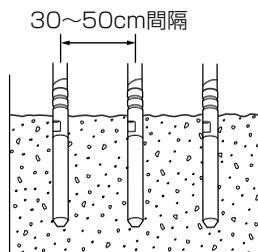

図 3
- (1) バイブレータは、垂直に 30～50cm 間隔で差し込み、穴が残らないようにゆっくり引き抜いてください。(図 3)